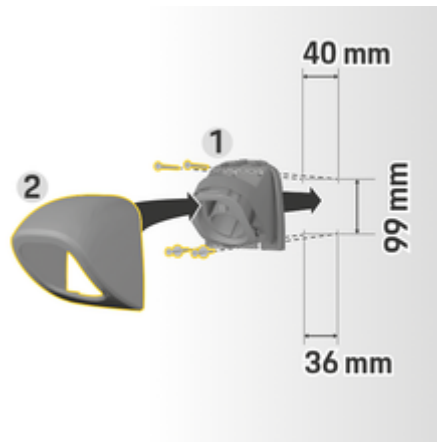

Fig. 8: Cotes de perçage
1. Retirez le support de connecteur **1** (Fig. 8) du cache **2** (Fig. 8).
4. Vissez le support du connecteur **1** (Fig. 8) au mur.
5. Mettez en place le cache **2** (Fig. 8) sur le support du connecteur **1** (Fig. 8) par le bas et enfoncez-le vers le haut.